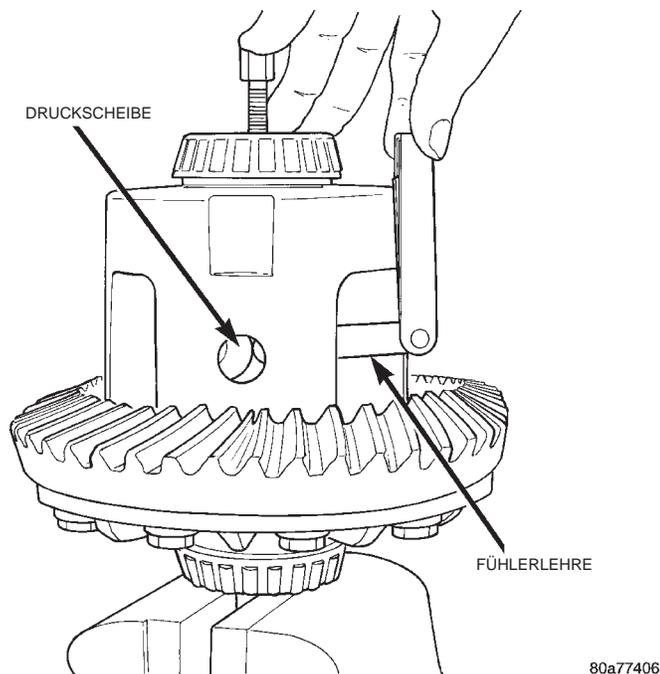

Abb. 58 Druckscheiben der Ausgleichkegelräder ausbauen
(10) Mit einem passenden Blatt einer Fühlerlehre die Druckscheiben hinter den Ausgleichkegelrädern herauschieben (Abb. 58).